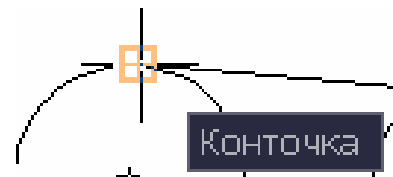

Рис. 2.10
b) в момент появления привязки **Конточка (Endpoint)** щёлкнуть мышью начальную точку на большей окружности (рис. 2.10);